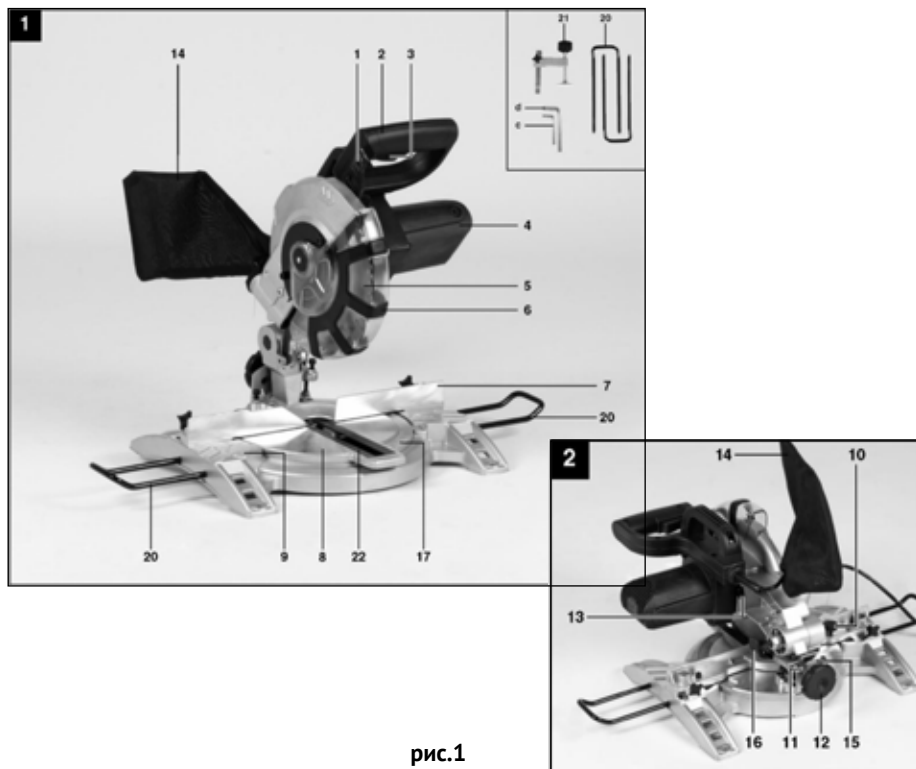

рис.1
- Основным несущим узлом режущего блока пилы является металлический редуктор, выполненный заодно с верхним защитным кожухом диска. К редуктору крепится пластиковый корпус двигателя (рис.1 поз.4), с закреплённой на нём рукояткой (рис.1 поз.2). Вертикальное перемещение режущего блока для реза обеспечивает суппорт головки режущей. Возвратная пружина на оси суппорта, возвращает режущий блок в исходное положение.
Заготовка на рабочем столе может быть повернута на угол от 0 до 45° за счёт поворотного основания (рис.1 поз.8). На основной рукоятке пилы расположены: рычаг блокировки защитного кожуха (рис.1 поз.1) и клавиша выключателя (рис.1 поз.3). Конструкция пилы позволяет осуществлять пропилы, кроме вертикальных (0 - 90°): косые пропилы материала под заданным углом от 0 до 45° относительно задней кромки заготовки в обе стороны (смещением поворотного основания) и наклонные пропилы с заданным углом (от 0 до 45°) относительно вертикальной оси влево.
Крутящий момент с якоря электродвигателя шестернёй передаётся на шпindel, соосный с двигателем. На шпindel, между опорным и прижимным фланцами крепится пильный диск (рис.1 поз.5). Диск является основным рабочим инструментом для резки выбранных материалов.
Металлическая станина (рис.1 поз.9) пилы устанавливается на ровную горизонтальную поверхность. Для крепления пилы на верстаке (рабочем столе) в ножках станины имеются 4-е крепёжных отверстия. При пилении длинных заготовок в станину крепятся 2-е дополнительные опоры (рис.1 поз.20). Распиливаемая заготовка плотно прижимается к параллельному упору (рис.1 поз.7) и крепится к рабочему столу струбциной (рис.1 поз.21).
Для отвода стружки в комплект поставки входит пылесборник, который крепится к патрубку неподвижного кожуха (рис.1 поз.14). К патрубку можно подключить промышленный пылесос.
- проверьте работоспособность выключателя электродвигателя инструмента. Не подключая пилу к электросети, нажмите и отпустите клавишу выключателя (рис.1 поз.3) – она, без задержки, должна возвратиться в исходное положение;
- проверьте состояние и надёжность крепления подвижного защитного кожуха (рис.1 поз.6), чёткость его срабатывания. Запрещается работать пилой, подвижный защитный кожух которой неисправен или повреждён;
Пила поставляется собранной за исключением: дополнительных упоров (рис.1 поз.20), пылесборника.
Установить пилу на ровной твёрдой поверхности верстака (рабочего стола). В целях уменьшения вибрации пилы рекомендуется закрепить станину (рис.1 поз.9) к верстаку, используя крепёжные отверстия в ножках.
Разблокировать пилу из транспортировочного (нижнего) положения, вынув фиксатор вертикального перемещения режущего блока (рис.1 поз.16). При этом режущий блок возвратной пружиной повернётся в верхнее (рабочее) положение.
При пилении длинных заготовок, установить в станину опоры дополнительные (рис.1 поз.20) и зафиксировать их винтами (рис.3 поз.20).
На патрубок пылеотвода установить пылесборник (рис.1 поз.14) (входит в комплект поставки) или подключить промышленный пылесос.
- разблокировать подвижный защитный кожух (рис.1 поз.6) рычагом (рис.1 поз.1);
- включение пилы осуществляется нажатием на клавишу выключателя (рис.1 поз.3);
- снять со шпинделя прижимной фланец (рис.6 поз.31), пыльный диск (рис.1 поз.5) и опорный фланец;
Для регулировки поворотного стола (рис.1 поз.8) ослабьте фиксатор поворота угла рабочего стола (рис.1 поз.10) примерно на 2 оборота, при этом поворотный стол начнёт вращаться.
Поворотный стол имеет точки фиксации на углах 0°, 5°, 10°, 15°, 22,5°, 30°, 35°, 40°, 45°. После установки поворотного стола в надлежащем положении, его необходимо дополнительно зафиксировать фиксатором поворота угла рабочего стола (рис.1 поз.10).
Режущий блок пилы можно повернуть влево или вправо на 45°, ослабив рукоятку-фиксатор (рис.1 поз.12).
Опустить режущую головку пилы и зафиксировать с помощью фиксатора вертикального перемещения режущего блока (рис.1 по.16).
Зафиксировать поворотное основание (рис.1 поз.8) в положении  $0^{\circ}$ .
Проверить расположение указателя угла (рис.2 поз.11). При необходимости ослабить указатель с помощью крестообразной отвёртки, установить  $0^{\circ}$  положение на шкале угла (рис.1 поз.15) и снова затянуть фиксирующий винт.
Ослабить рукоятку-фиксатор (рис.1 поз.12) и наклоните режущий блок пилы влево на  $45^{\circ}$ , используя рукоятку (рис.1 поз.2).
### 3.8 Поперечный пропил $90^{\circ}$ и поворот стола на $0^{\circ}$ (рис.1)
Нажать на клавишу выключателя (рис.1 поз.3) для включения пилы.
После включения пилы дождитесь, пока пильный диск (рис.1 поз.5) наберет максимальную скорость.
Отвести рычаг блокировки подвижного кожуха (рис.1 поз.1) в сторону, и с помощью рукоятки (рис.1 поз.2) слегка перемещать режущий блок пилы вдоль распиливаемого материала.